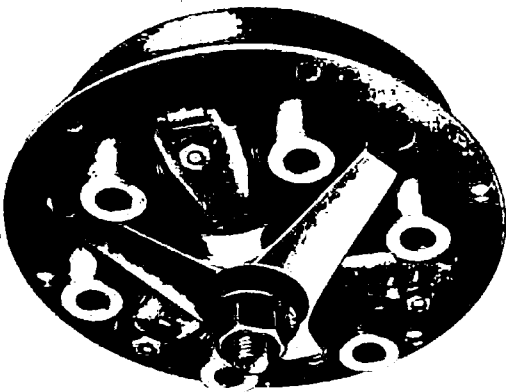

Bild 3.2/1 Die Montageplatte MP 2-101
2. Das Zerlegen in der Hilfsvorrichtung MP 8-101 — Bild 3.2/1 vornehmen (eingehende Beschreibung dieser Hilfsvorrichtung siehe Kapitel "Zusammenbau der Kupplung"). Es werden dabei die Ausrückhebel, die sonst durch die Druckfedern im gespannten Zustand gehalten werden, entspannt.